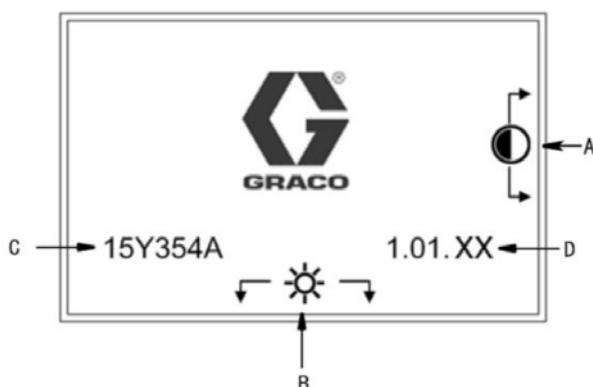

Рис. 20
ПРИМЕЧАНИЕ: Пример версии программного обеспечения (D) показан на рис. 20, «XX» - последние две цифры. На экране контроллера «XX» может быть заменен номером текущей версии программного обеспечения.